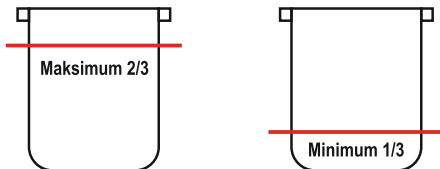

Bild 6
- Lassen Sie Ihren Schnellkochtopf nicht unbeaufsichtigt, während Sie ihn benutzen. Seien Sie besonders vorsichtig, wenn Kinder in der Nähe sind. Füllen Sie nicht mehr als 2/3 der festen und flüssigen Lebensmittel in den Topf (Bild 6). Wenn Ihr Schnellkochtopf z. B. 6 Liter fasst, können Sie maximal 4 Liter Lebensmittel in den Topf geben. Besonders wenn Sie Lebensmittel kochen, die Schaum bilden, gebackene Bohnen, Linsen usw. empfehlen wir Ihnen, den Topf bis zu 1/2 zu füllen.